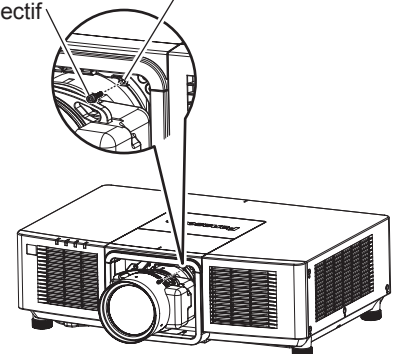

Fig. 6
- 6) **Verrouillez l'objectif de projection avec la vis de fixation de l'objectif fournie. (Fig. 6)**